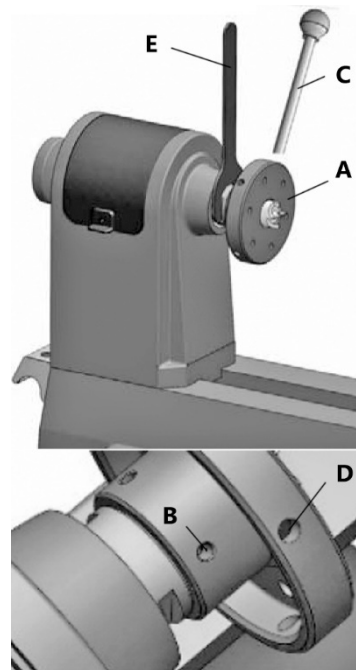

Рисунок 6.
- Накрутите планшайбу А (рис. 6) на шпindelю передней бабки, поворачивая её по часовой стрелке до упора, а затем затяните два установочных винта В при помощи шестигранного ключа.